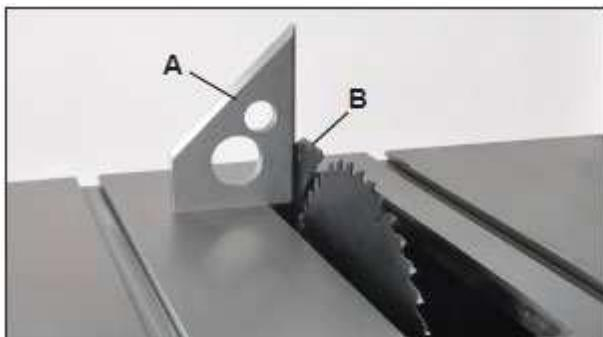

Рис. 15
3. Поставить угольник (рис. 15, А) к пильному диску и узлу разделителя (рис. 15, В). проверить перпендикулярность разделителя относительно стола.